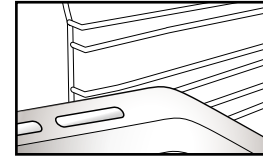

Fig. 2
2. Andra tillbehör, så som långpannan och bakplåtarna sätts in på samma sätt som gallret (fig. 2).